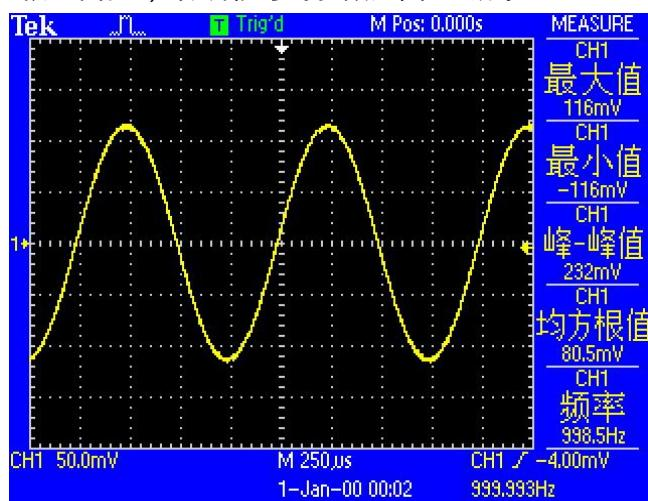

图 88. 待测信号参数图
3. 打开函数信号发生器电源，将参数设置为“波形：正弦波”、“幅值：80 mVrms”、“频率：1 kHz”、“输出阻抗：高阻”，待测信号的参数如图 88 所示：